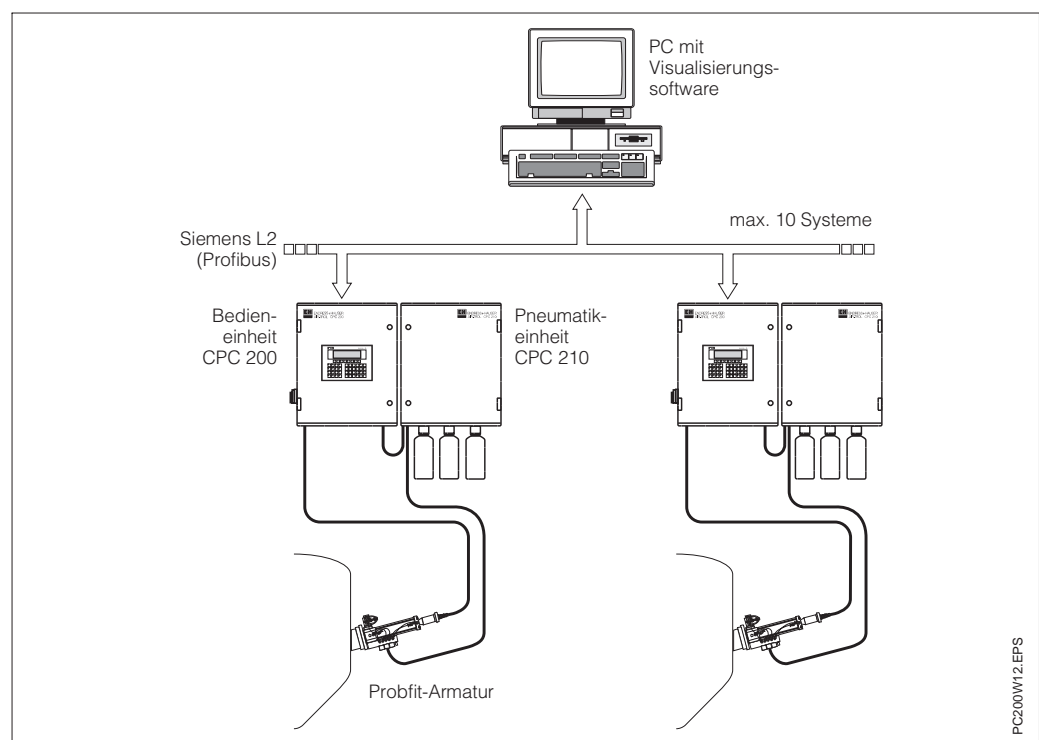

Bild 2.2: Vernetzung mehrerer Systeme
- Die Vernetzung mehrerer Systeme (max. 10) ist über Profibus möglich (Bild 2.2).